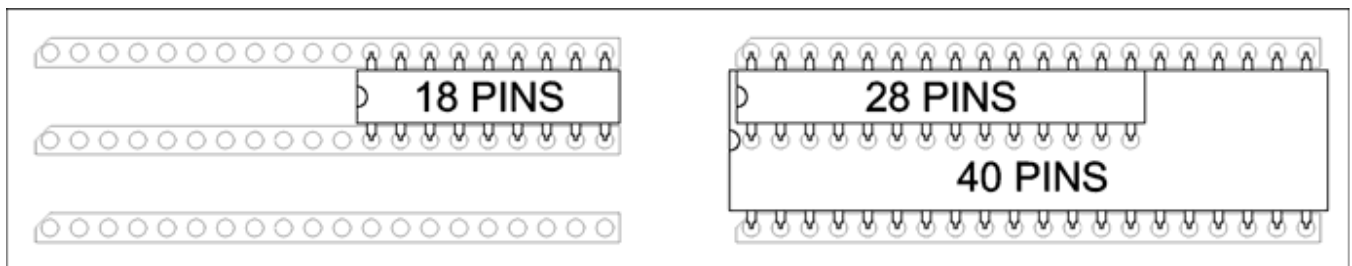

Figura 6
- 1º. Con el programador desconectado insertar el PIC en el zócalo en la posición correcta (figura 6).